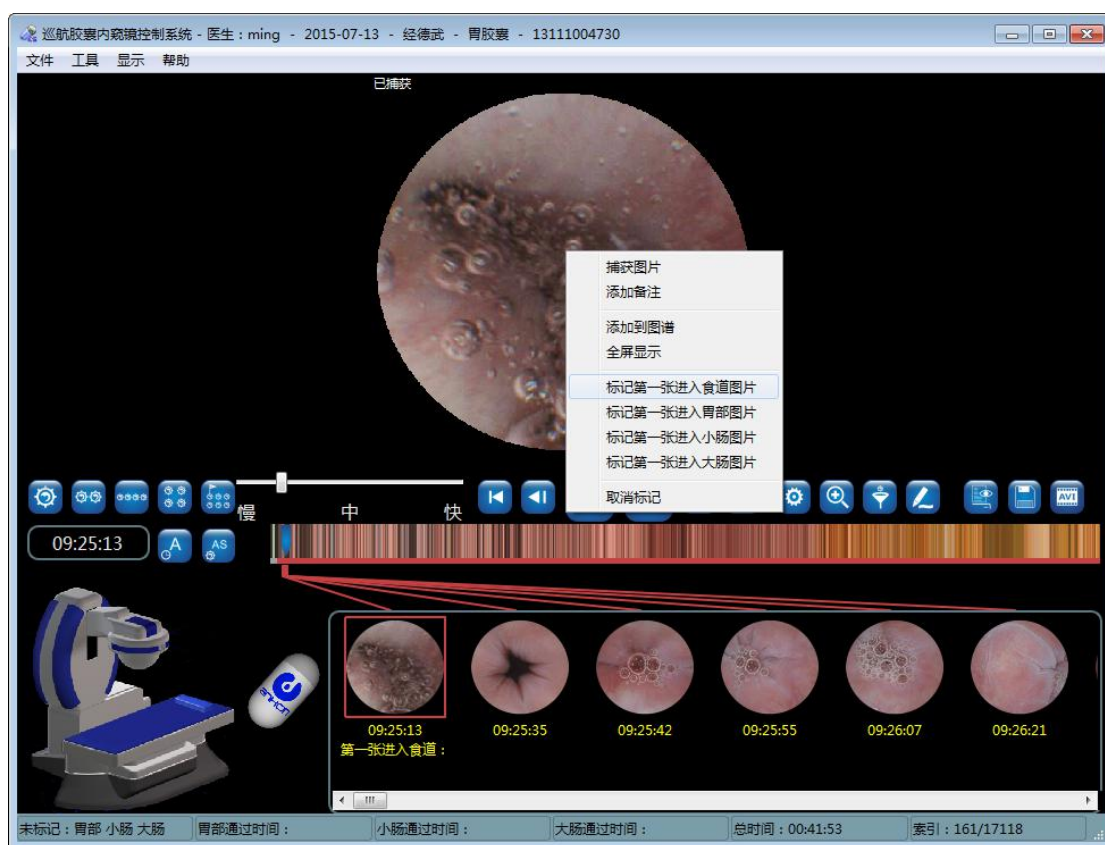

图 4-76 标记图片
1. 将鼠标移动到需要标记的图片上，点击鼠标右键，在弹出的右键菜单上，选择**标记第一张进入食道照片、标记第一张进入胃部照片、标记第一张进入小肠照片、标记第一张进入大肠照片**，如图 4-76 所示。将图片按照不同消化道部位进行划分。划分之后，状态栏中的信息将按照标记图片的位置自动改变。标记的图片将出现在界面下方的缩略图区域。